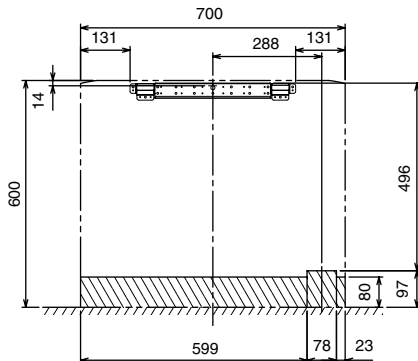

Fig. 3-7
- 1 Arkaya veya sol arkaya boru yerleştirme (Fig. 3-7)